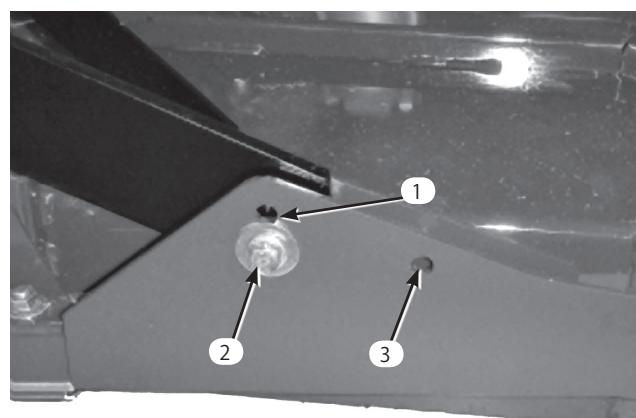

図1
- 刈り高が 19~76 mm の場合には、前側の低い取り付け穴にキャリア・フレームを取り付けます（図1）。
- 刈り高が 64~102 mm の場合には、高い方の取り付け穴にキャリア・フレームを取り付けます（図1）。
後カッティング・デッキは、刈り高に関係なく後側の取り付け穴を使って取り付けます（図1）。